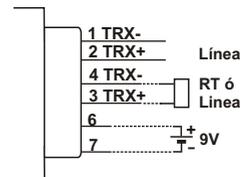

Figura 3. Detalle del conector lado línea.
**Conexión RS485.** Con el computador apagado inserte la unidad en el conector DB9, lado RS232, sujetándolo por los tornillos laterales. La línea, y si fuera necesaria la alimentación, se instalan en el conector DB9 lado RS485 (Fig 2). La figura 3 muestra un detalle ampliado del conector, sobre los pines 4 y 3 se puede instalar una RT (ver punto mas abajo) y/o derivar un ramal de la línea.